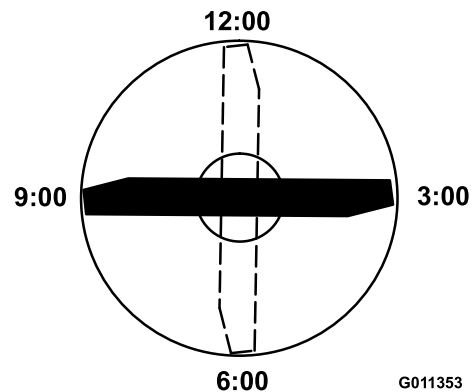

Figura 127
4. Coloque el filo de corte del extremo marcado de la cuchilla en la posición de las 12 (hacia adelante, en el sentido de la siega) (Figura 127) y mida la altura desde la mesa hasta el filo de corte de la cuchilla.
5. Gire el extremo marcado de la cuchilla a las posiciones de las 3 y de las 9 (Figura 127) y mida las alturas.